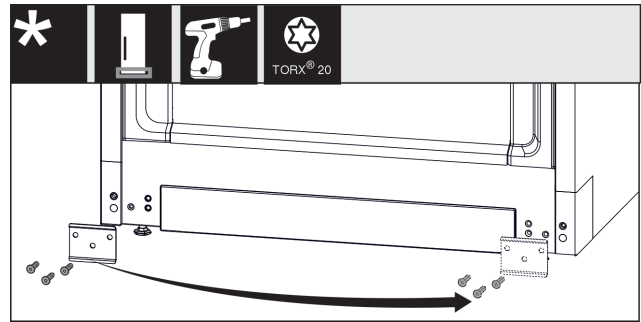

Fig. 13
- Odskrutkujte plech, premiestnite ho na druhú stranu a znova priskrutkujte. *Fig. 13 (1)*